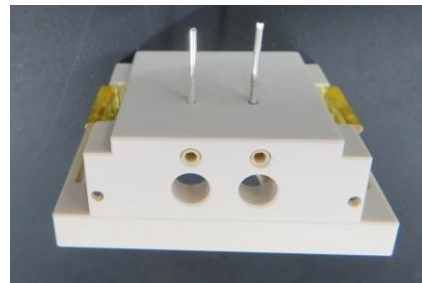

図 14 電極挿入
- ④ 挿入した電極をさらに押し込み、電極の先端が 2mm 程度飛び出したところでイモネジを締めて固定します。(図 14,15)